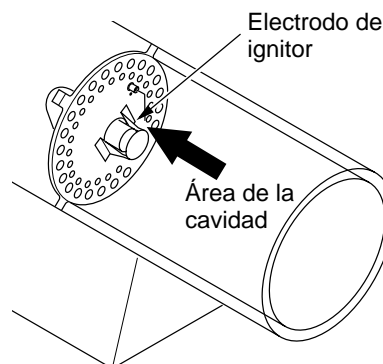

Figura 15 - Distancia mínima entre el electrodo del ignitor y la placa de fijación
7. Deje una cavidad de 43,18 cm (17 pulgadas) entre el electrodo del ignitor y la placa de fijación (consulte la figura 15).